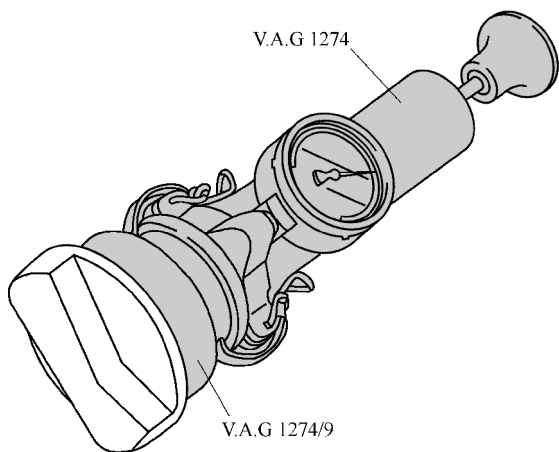

图 1-5-51 将冷却系统检测装置 V. A. G 1274 用适配接头 V. A. G 1274/9 装到端盖上
- (1) 如图 1-5-51 所示，将冷却系统检测装置 V. A. G 1274 用适配接头 V. A. G 1274/9 装到端盖上。
- (2) 用冷却系统检测装置的手动泵产生一个压力。当压力达到 0.14 ~ 0.16MPa 时，溢流阀必须自动打开。